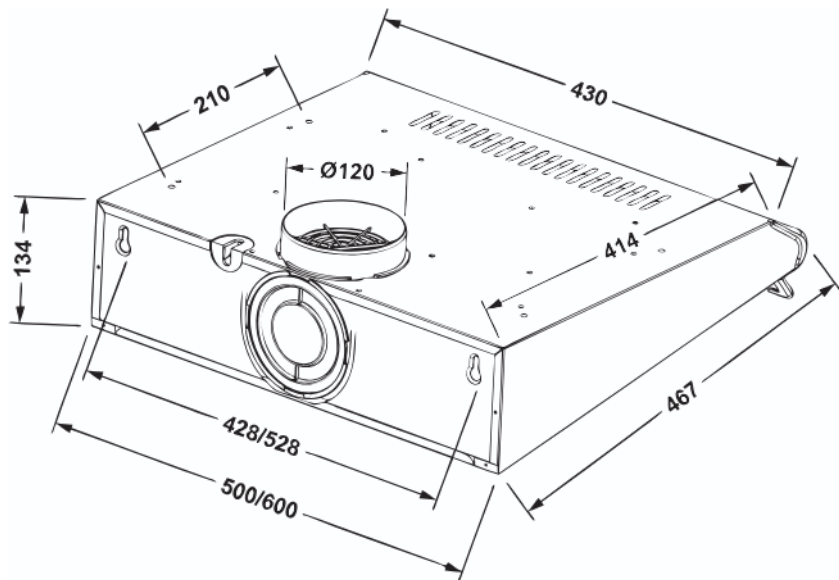

Рис. 3
«Line I» Ø 3мм. (рис.3).
- для витяжки «Line I» - 2 або 4 шурупами ПКГ 4 x 12 з шайбами 4, які вкручуються зсередини витяжки в отвори, розташовані на верхній площині корпусу **(рис.3)**.
В режимі рециркуляції (рис.3) витяжка не підключається до вентиляційної шахти кухні та повітря проходить через встановлені у витяжці алюмінієві жирові фільтри і вугільні запаховловлюючі фільтри (які купуються окремо) і повертається назад в кухню через вентиляційні пази **C**.